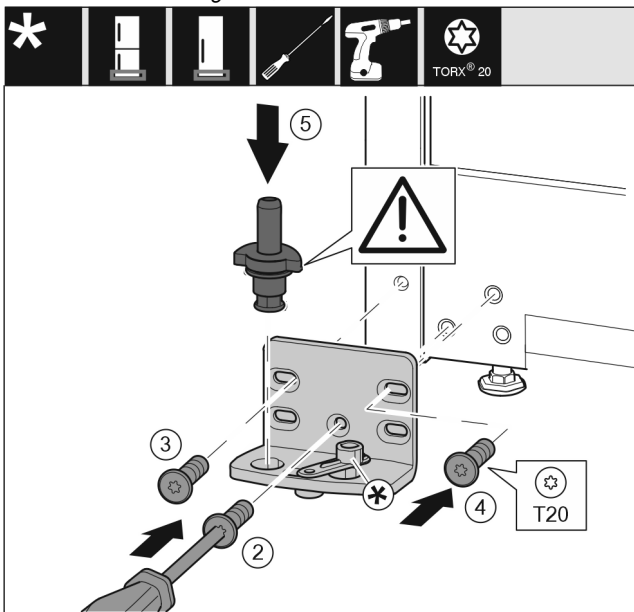

Fig. 36
- ▶ Поставете лагерната стойка от другата страна и я завийте с помощта на отвертка T20. Започнете с винт 2 долу в средата. Fig. 36 (2)
- ▶ Затегнете винт 3 и 4. Fig. 36 (3,4)
- ▶ Вкарайте изцяло лагерния болт. При това обърнете внимание на това, фиксиращата гърбица да сочи назад. Fig. 36 (5)
- ▶ Поставете лагерната стойка от другата страна и я завийте с помощта на отвертка T20. Започнете с винт 2 долу в средата. (2)
- ▶ Завъртете съединението на затварящия демпфер на 180°. От другата страна на лагерната стойка завийте с отвертка T20. (5)
- ▶ Вкарайте изцяло лагерния болт. При това обърнете внимание на това, фиксиращата гърбица да сочи назад. (6)